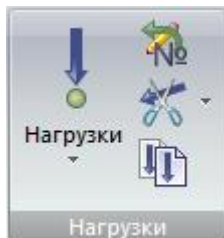

Рис. 5. Панель **Нагрузки**
- **Нагрузки** (рис.5) – операции связанные с формированием загружений и назначение нагрузок на узлы и элементы схемы.